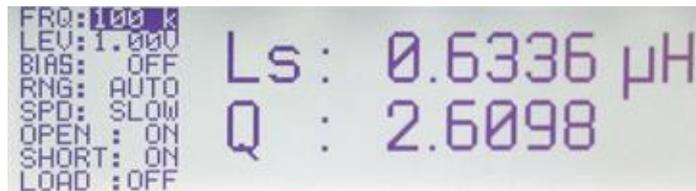
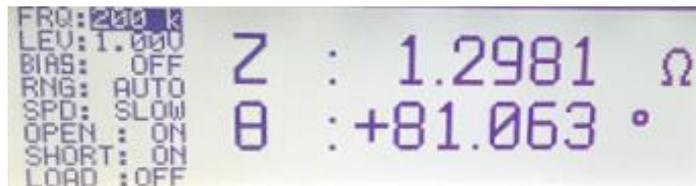

Bild 2-4: Anzeige von Induktivität und Güte einer Spule bei 100 kHz
Bild 2-5: Scheinwiderstand und Phasenwinkel einer Spule
- Im standardmäßig eingeschalteten Auto Mode wird automatisch die richtige Messfunktion eingestellt (siehe Bild 2-8 und Kapitel 2.1.2.1). In diesem Fall L-Q, d.h. Induktivität L und Güte Q werden angezeigt (Bild 2-4). Für die Anzeige anderer Parameter wie z.B. Scheinwiderstand und Phasenwinkel, die im Handbuch beschrieben Messfunktionen per Tastendruck auswählen. Bei einer idealen Spule beträgt der Phasenwinkel $+90^\circ$. Bild 2-5 zeigt die Messung an einer realen verlustbehafteten Spule mit einem Phasenwinkel von $+81^\circ$.